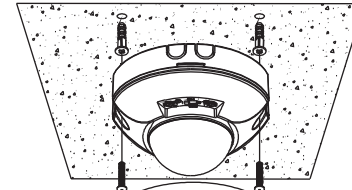

FIG. 5
• Tras perforar el techo, enroscar la base utilizando los tacos de plástico y los tornillos suministrados (FIG. 5).